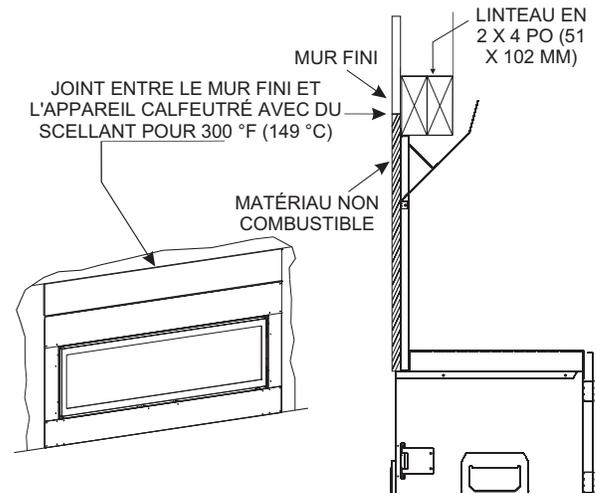

Figure 32
- Plaque non combustible installée au-dessus de la façade du foyer (ferrures d'ossature affleurantes). **Voir Figure 32.**